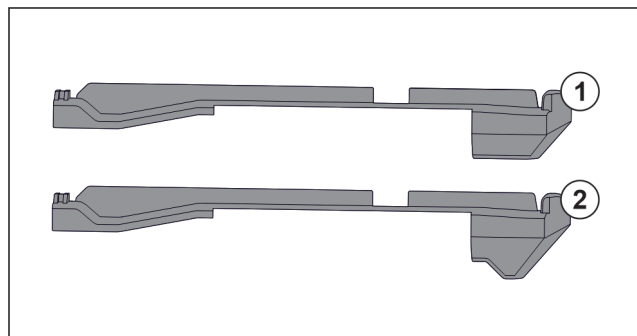

Fig. 52 Сравнение вставных частей
В устройстве находятся две разные вставные части. Вставная часть над самым нижним выдвижным ящиком Fig. 52 (2) имеет треугольную кромку. Все прочие вставные части Fig. 52 (1) имеют прямую кромку.
- ▶ Установите вставную часть Fig. 52 (2) с треугольной кромкой над самым нижним выдвижным ящиком.
- ▶ Установите вставную часть Fig. 52 (1) с прямой кромкой на все прочие места.